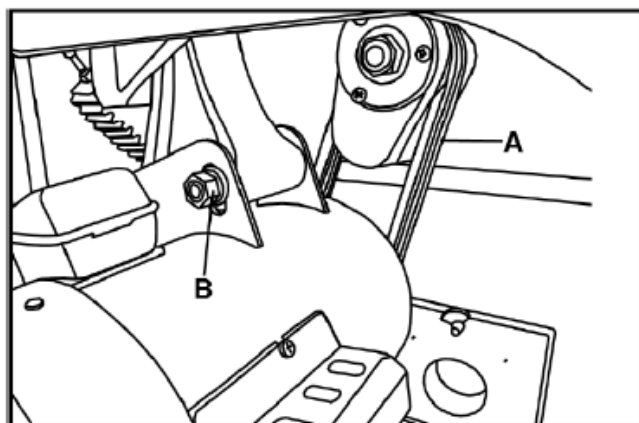

Рис. 33
2. Ослабить гайки А, крепящие двигатель (рис. 33) и полностью поднять двигатель для ослабления клиновых ремней. Снять клиновые ремни со шкивов шпинделя и двигателя.